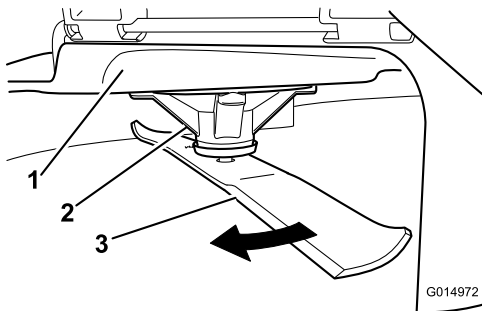

Bild 58
2. Tragen Sie dicke Handschuhe oder andere angemessene Handschuhe und drehen Sie das Messer langsam in eine Stellung, in der das Messen des Abstands zwischen der Schnittkante und der ebenen Fläche der Maschine möglich ist (**Bild 58**).